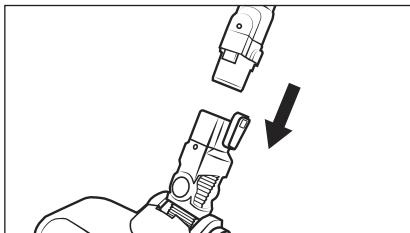

Fig. 2
- Glissez le tube d'aspiration 24 dans la brosse de sol 22 jusqu'à ce qu'il s'enclenche de manière audible avec un clic (voir fig. 2).